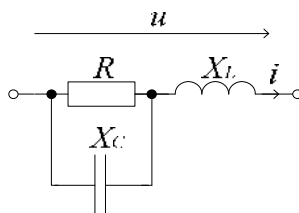

Рис. 68. Электрическая схема задания 10 (задача 2).
2. Для схемы (рис. 68) в таблице 23 заданы сопротивления для первой гармоники и напряжение источника u . Найти ток i .